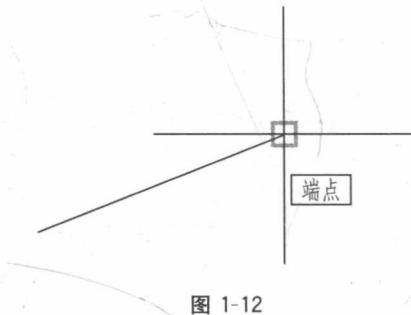

图 1-12
- ① 双击桌面上的 AutoCAD 启动图标，启动 AutoCAD 系统。
- ② 随意画线：点击直线 按钮，在绘图区域随意点击鼠标左键，然后移动鼠标至另一位置再按左键，得到一条直线，如图 1-12 所示。